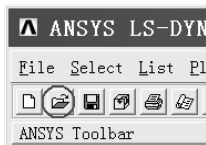

图 10-57 “OPEN ANSYS File”按钮
(2) 单击“14.0: ANSYS Mechanical APDL Product Launcher [Profile:\*\*\*La...”窗口中“Simulation Environment:”方框后的倒立三角形图标, 选中“ANSYS”。
(3) 单击“14.0: ANSYS Mechanical APDL Product Launcher [Profile:\*\*\*La...”窗口中“License:”方框后的倒立三角形图标, 选中“ANSYS LS-DYNA”。
(4) 在“14.0: ANSYS Mechanical APDL Product Launcher [Profile:\*\*\*La...”窗口中的“Working Directory:”方框内找出“D:\Ch10\shell forming”目录。
(5) 在“14.0: ANSYS Mechanical APDL Product Launcher [Profile:\*\*\*La...”窗口中的“Job Name:”方框内找出“D:\Ch10\shell forming”目录中的“shell forming.db”文件。
(6) 单击“14.0: ANSYS Mechanical APDL Product Launcher [Profile:\*\*\*La...”窗口中的“Run”按钮, 弹出 ANSYS LS-DYNA 操作界面。
(7) 单击 ANSYS LS-DYNA 操作界面左上角处的“OPEN ANSYS File”按钮(见图 10-57), 打开“D:\Ch10\shell forming”目录中的“shell forming.db”文件。打开该文件后, 图形界面中显示出框架结构。